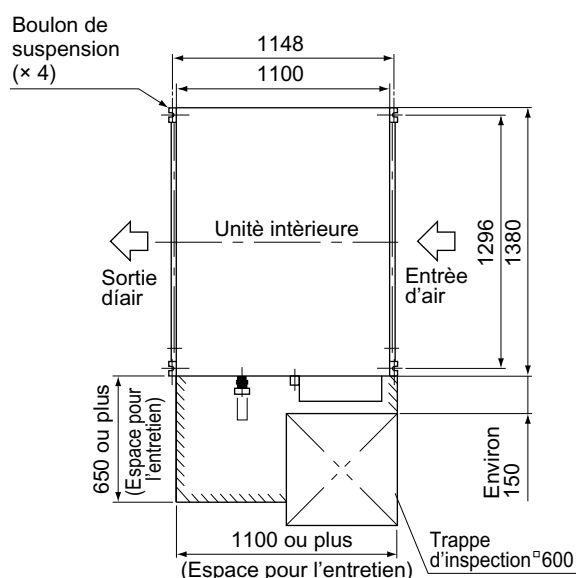

Fig. 2 (longueur : mm)
- (1) Pions relatives de l'unité intérieure et du boulon de suspension (**Reportez-vous à la Fig. 2**)